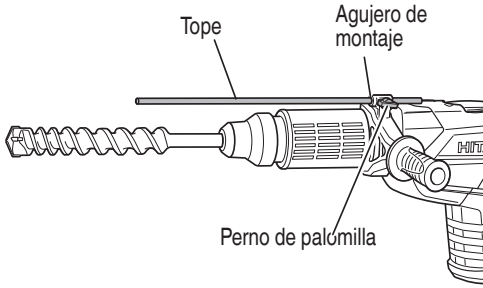

Fig. 11
- (c) Cambia la palanca selectora a “martilleo” de acuerdo con los procedimientos mencionados en el ítem (1) anterior y asegure la posición de la herramienta.
5. Instalar el tope (Fig. 11)